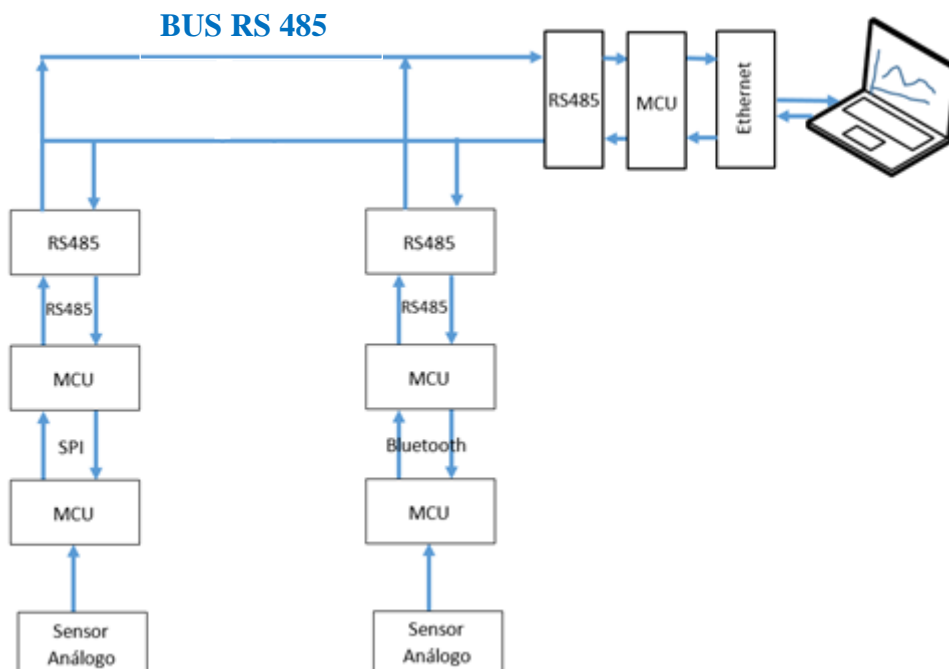

Figura 1. Arquitectura de protocolos
- Realizar la conectividad de los dispositivos que se muestran en la figura 1, con el propósito de poder comunicar cada uno de los terminales, utilizando los diferentes protocolos propuestos. En el computador, se debe hacer una interfaz que muestre de manera numérica y gráfica, cada una de las variables que se encuentran conectadas al respectivo esclavo. Para esto utilice Python.